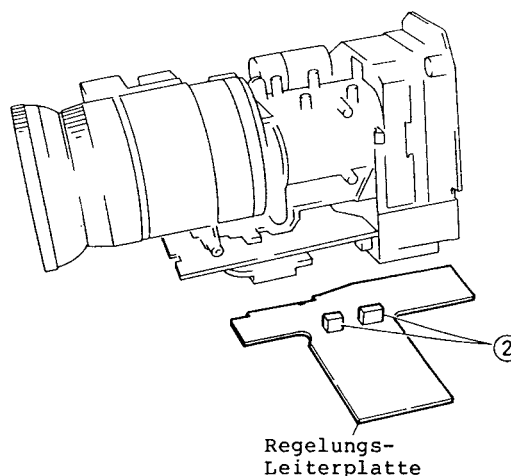

Abb. 2-23
2. Zwei (2) Stecker (CN006, CN302) abziehen (siehe Abb. 2-23).